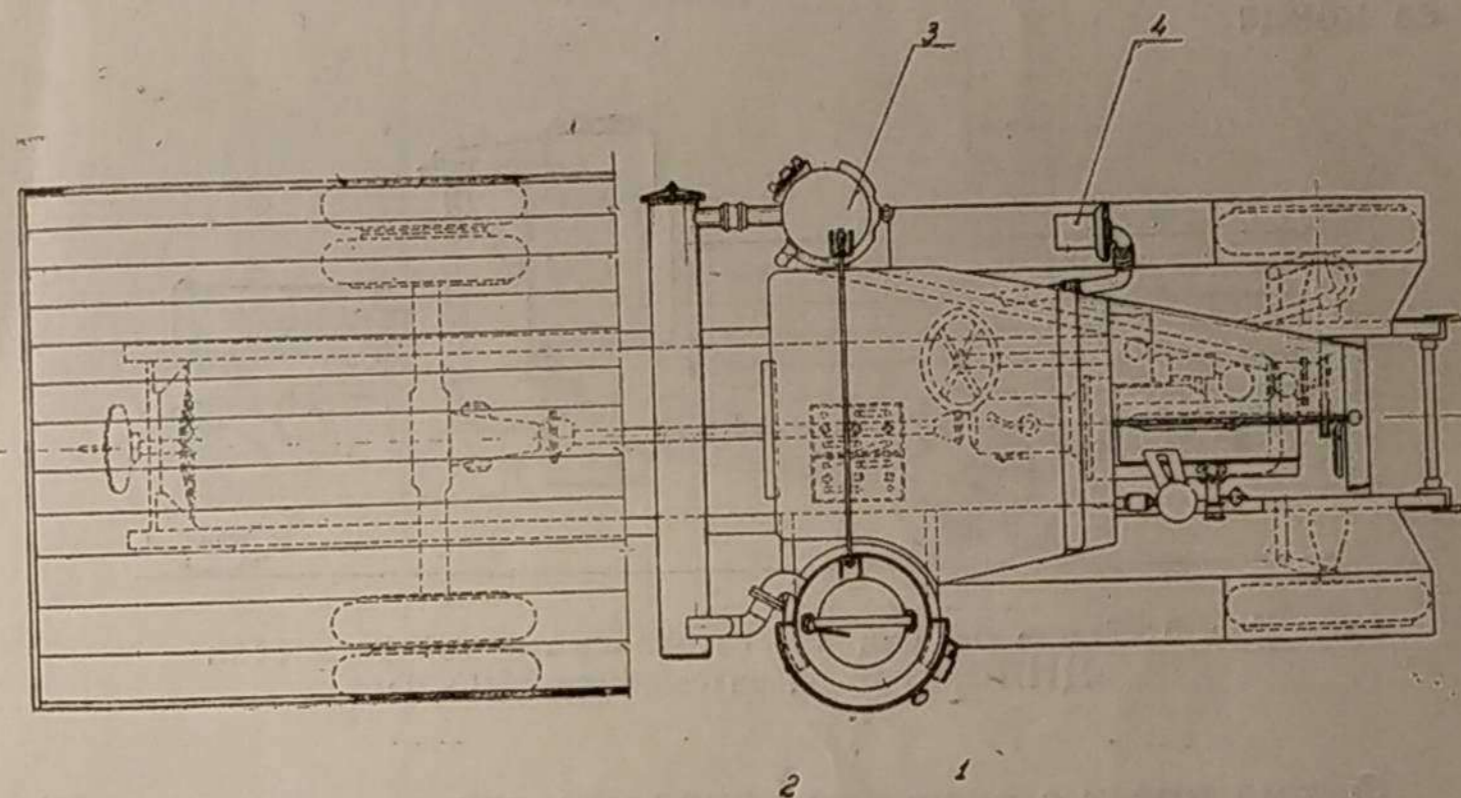

Рис. 4. Схема размещения газогенераторной установки ЦНИИМЭ-16 на автомобиле ЗИС-21.
Газогенератор размещен с правой стороны по ходу автомобиля (рис. 4 и 5) в вырезе кабины и крепится на стандартных кронштейнах газогенератора ЗИС-21.
Грубый очиститель (2) расположен под кузовом автомобиля непосредственно за кабиной и газогенератором (рис. 4). Грубый очиститель крепится к газогенератору при помощи болтового фланцевого соединения.
Фильтр (3) для тонкой очистки газа расположен с левой стороны автомобиля (рис. 4), он крепится на стандартных кронштейнах на месте тонкого очистителя ЗИС-21 и соединяется с грубым очистителем при помощи дюритового шланга.